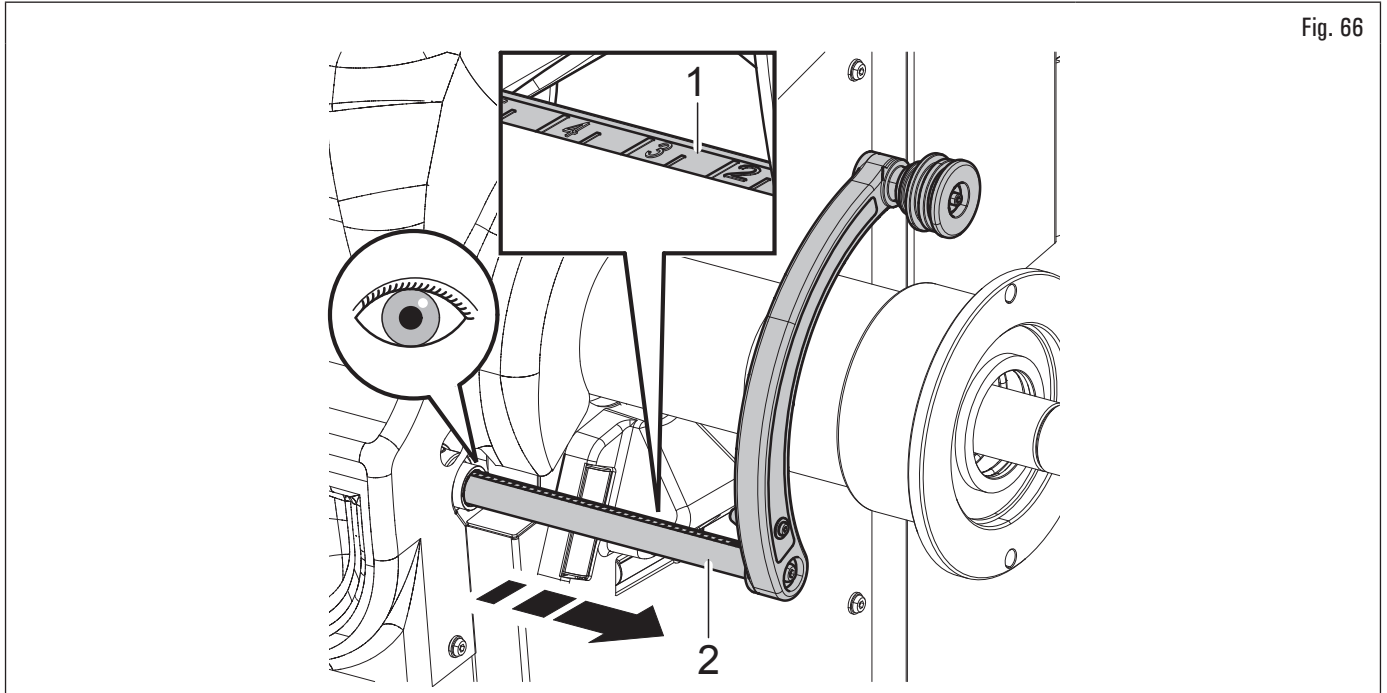

Fig. 66
2. leer el valor indicado en la escala graduada (Fig. 66 ref. 1) fijada en el brazo calibre de distancia/diámetro (Fig. 66 ref. 2);